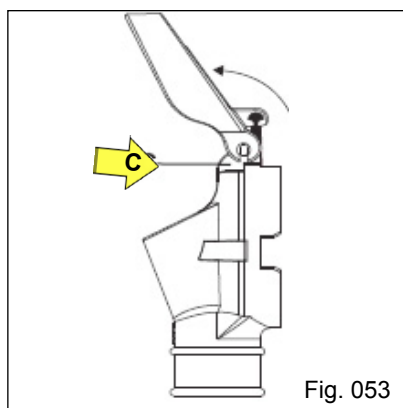
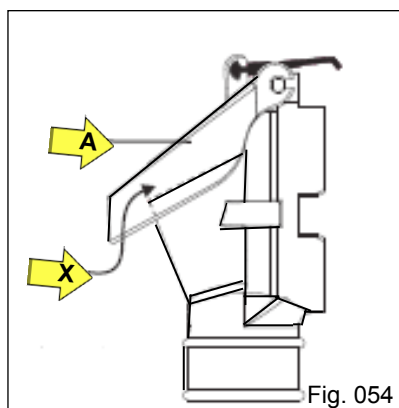

Fig. 053
Fig. 054
b) Introduza a tampa até o final do canal e faça o giro da mesma (Fig. 053), observando a mesma posição nos dois lados dos pinos do bocal. Após gire até o batente "X" da face superior do bocal (Fig. 054).